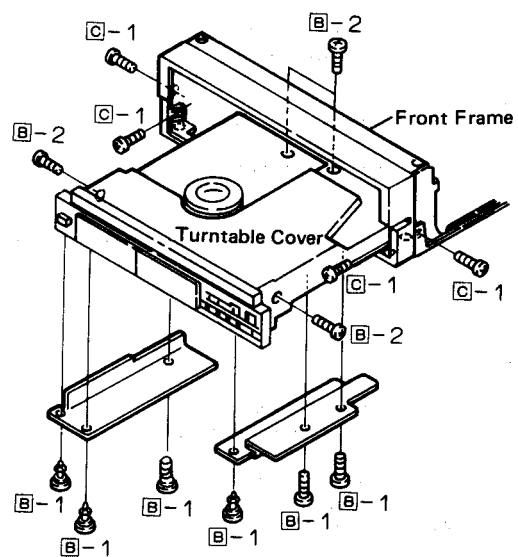

Figure 4-2
1. Turn the unit over, and remove three screws and three push rivets from the bottom plate of the turntable chassis. Then take off the bottom plate of the turntable chassis. See Fig. 4-2.
2. Remove four screws from the turntable cover (one at the right, one at the left and two at the top), and take the turntable cover off. See Fig. 4-2.
1. Remove four screws from the front frame, and withdraw the front frame. See Fig. 4-2.
1. Das Gerät umdrehen, dann drei Schrauben und drei Drucknieten von der Bodenplatte der Plattenspielerzarge entfernen. Siehe Abb. 4-2.
2. Vier Schrauben (je eine auf der rechten und linken Seite und zwei auf der Oberseite) von der Plattenspielerabdeckung entfernen, dann die Plattenspielerabdeckung abnehmen. Siehe Abb. 4-2.
1. Vier Schrauben vom Vorderrahmen entfernen, dann den Vorderrahmen abziehen. Siehe Abb. 4-2.
1. Retourner l'appareil et déposer les trois vis et les trois rivets à poussoir de la plaque de base du châssis du tourne-disques. Déposer la plaque de base du châssis du tourne-disques. Voir la Fig. 4-2.
2. Déposer les quatre vis du couvercle du tourne-disques (une à droite, une à gauche et deux en haut) et déposer le couvercle du tourne-disques. Voir la Fig. 4-2.
1. Déposer les quatre vis du châssis avant et extraire le cadre avant. Voir la Fig. 4-2.